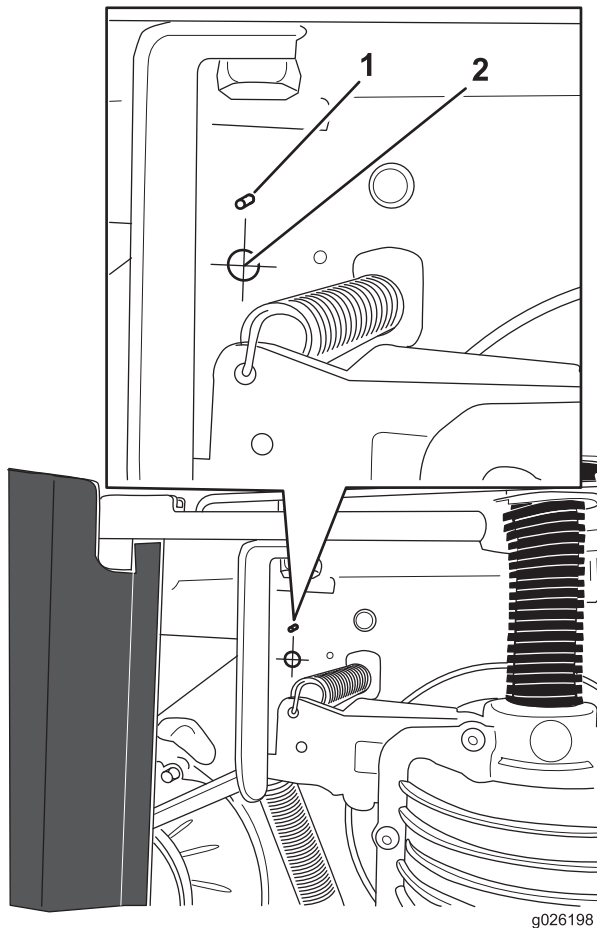

Figure 1
3. Localisez le bas du rivet arrière qui fixe la plaque des numéros de modèle et de série sur le carter (Figure 1).
4. Repérez un point à 25 mm (1 po) directement sous le côté rivet (Figure 1).